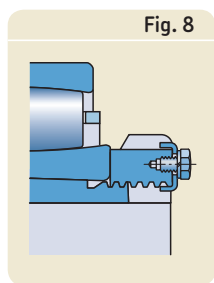

Fig. 8
- serie OH .. HE byts standardmuttern HM ut mot en HME-mutter med ett urtag närmast innerringen (→ fig. 8)